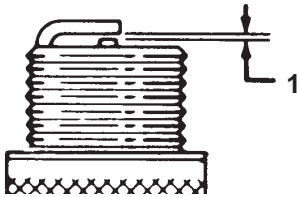

Figure 29
6. Réglez l'écartement des électrodes à 0,76 mm, comme indiqué dans la Figure 29.